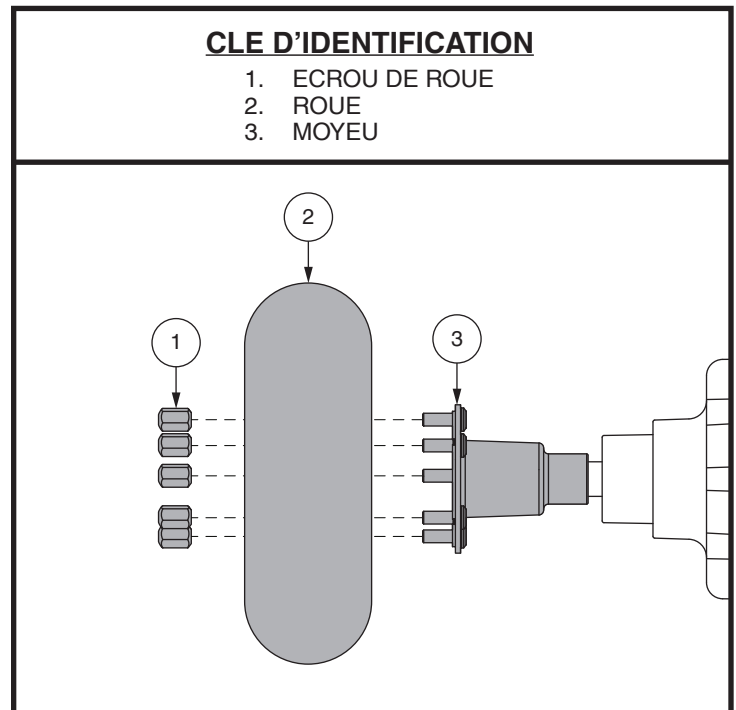

Figure 19. Enlèvement de la roue motrice
4. Retirez les écrous de roue du moyeu. **Voir la figure 19.**